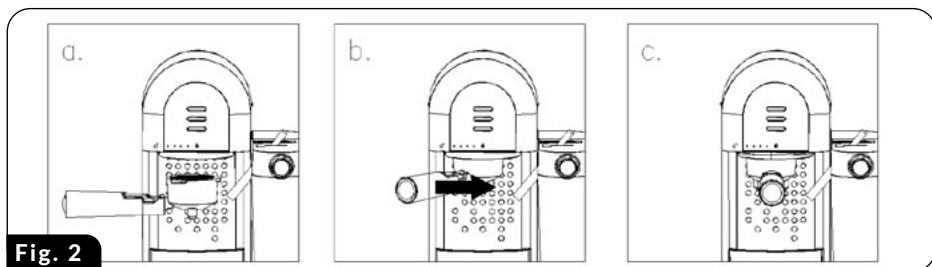

Fig. 2
1. Plaats de erlenmeyer (10) met het geïnstalleerde filter (13) in de houder van de erlenmeyer (5) zodat de houder van de erlenmeyer (12) samenvalt met het open hangslotsymbool op het voorpaneel van de koffiemachine (fig.2).